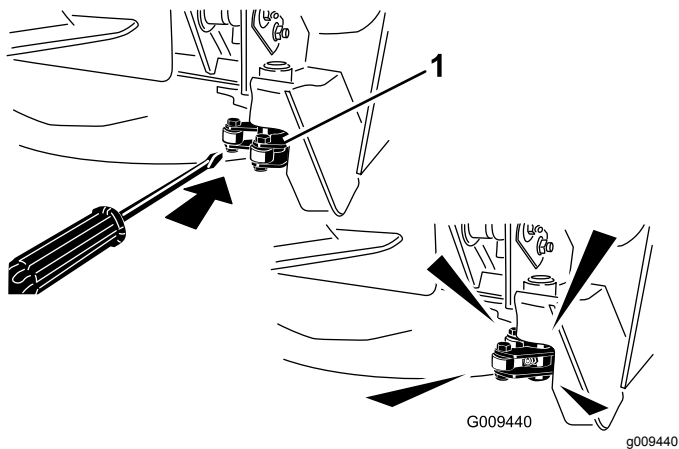

Figure 63
**Remarque:** Il peut être nécessaire de déclencher manuellement le verrou (Figure 63) pour accéder au graisseur. Utilisez un levier pour fermer et ouvrir le verrou.